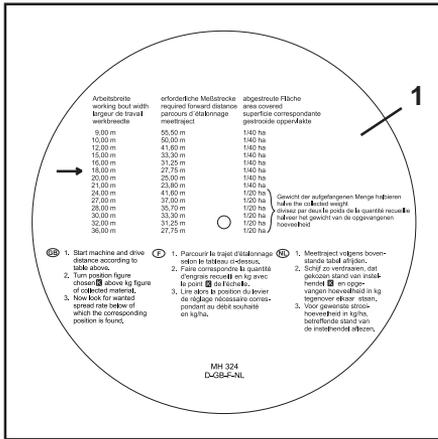

Рис. 7.14
- По таблице (Рис. 7.14/1) определите для нужной рабочей ширины захвата **18 м** необходимый контрольный участок **27,75 м** для обработанной площади **1/40 га**.
- По таблице (Рис. 7.14/1) определите для нужной рабочей ширины захвата **24 м** необходимый контрольный участок **41,6 м** для обработанной площади **1/20 га**.